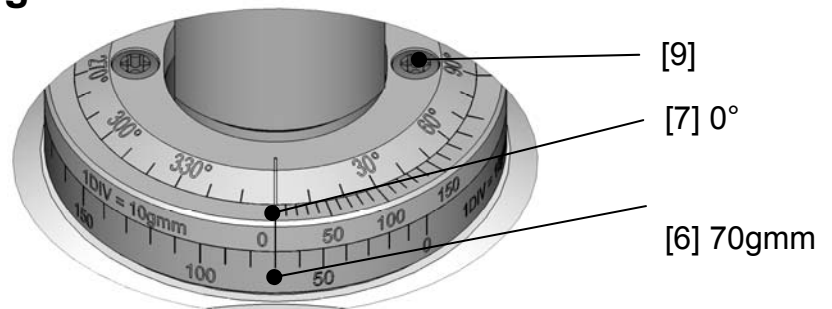

Fig. 3
5. Fig. 3: Unwuchtwert 70gmm vom Einstellring [7] auf 330° der Winkelskala [8] zusammen mit Einstellring [6] drehen. Einstellringe mittels Klemmschrauben [9] festklemmen.
5. Régler la valeur du balourd 70gmm de la bague de réglage [7] sur 330° de l'échelle angulaire (tourner ensemble avec bague de réglage [6]), serrer les bagues de réglage. (Fig. 3)
5. Fig. 3: Set imbalance value of 70gmm on adjustment ring [7] to 330° on the angular scale [8] simultaneously with adjustment ring [6]. Clamp adjustment rings by means of tightening screw [9] (Torx Plus 15IP).